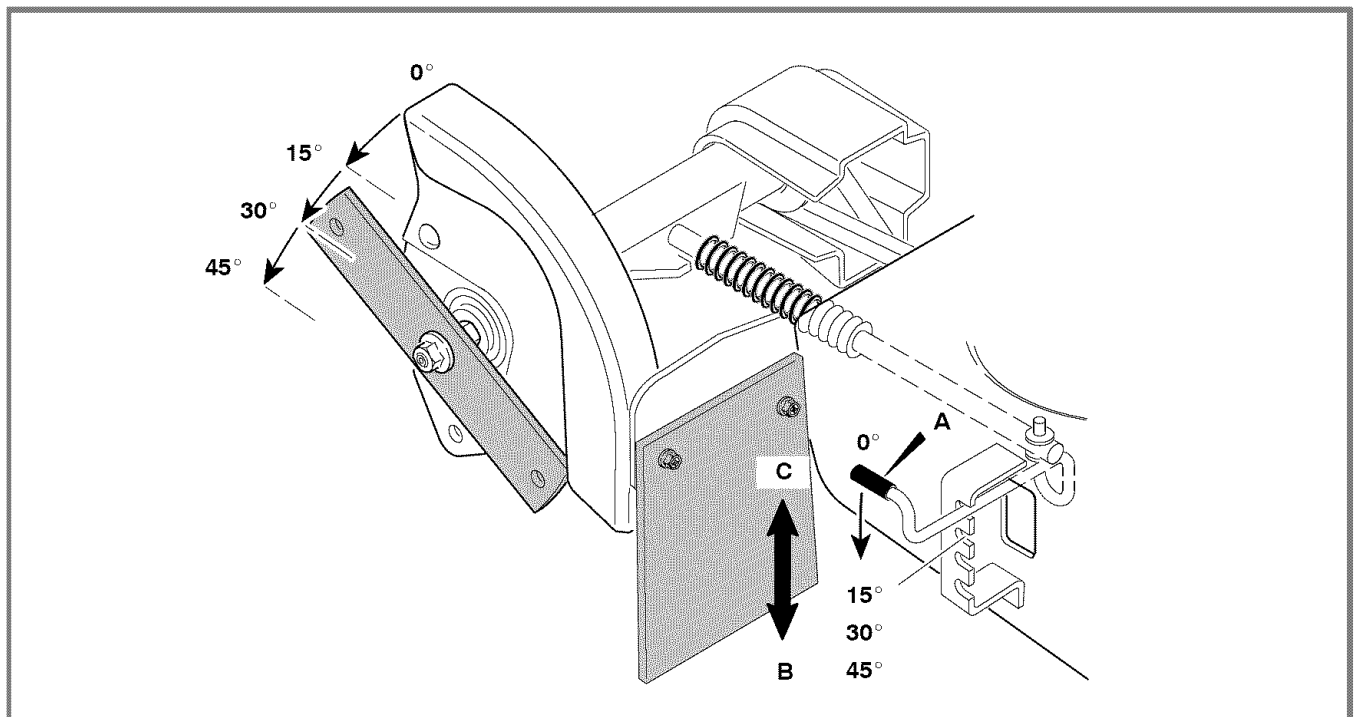

Figura 12: Palanca guía
- 3 Para efectuar un corte vertical (C), coloque la palanca guía en la posición superior (0°). Ver Figura 12.
- 4 Para efectuar un corte en ángulo (B), coloque la palanca guía en una de las posiciones de corte en ángulo (15°, 30°, 45°). Ver Figura 12.